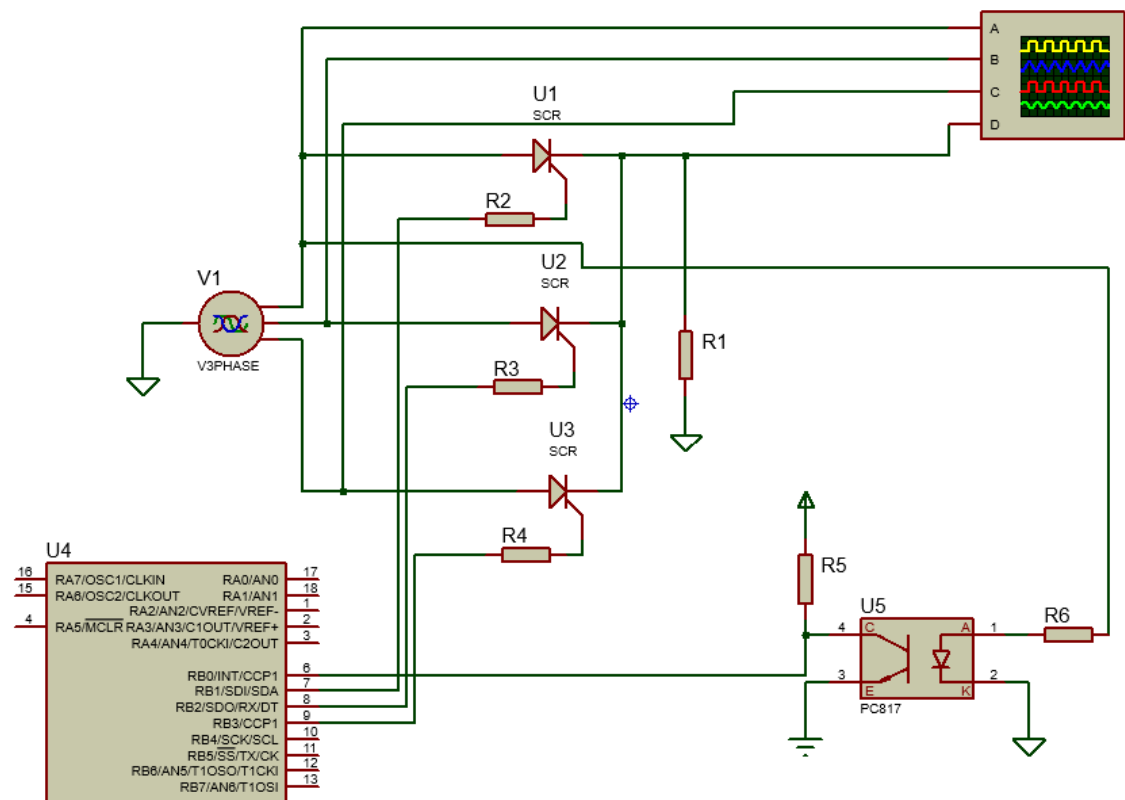

Figura 1. Circuito rectificador controlado
1. Simule el sistema de control de disparo del SCR mediante un microcontrolador de la Figura 1 con una entrada de control (potenciómetro o terminal serie), que sea capaz de controlar el ángulo entre los valores de $50^\circ \leq \alpha \leq 110^\circ$. Implemente el código de control en el microcontrolador.